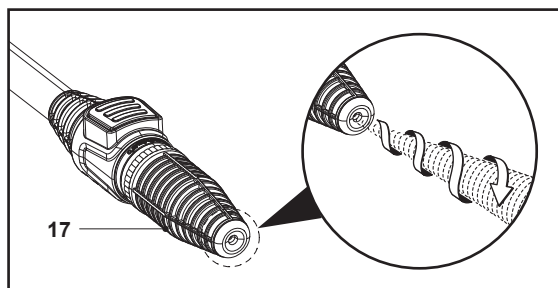

Fig. 10
Duza turbo (17) se rotește când pulverizează jeturi de apă cu presiune ridicată, pentru o spălare eficientă (fig. 10).